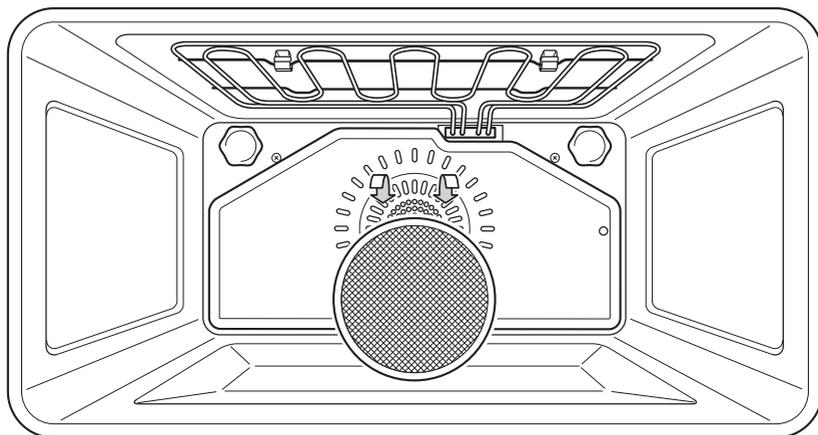

Fig. 7.10
- Uno speciale filtro è previsto nella parte posteriore del forno per catturare particelle di grasso che si sviluppano soprattutto quando si arrostitisce della carne (fig. 7.10). Il filtro va agganciato alla parete posteriore del forno come illustrato in figura 7.10.